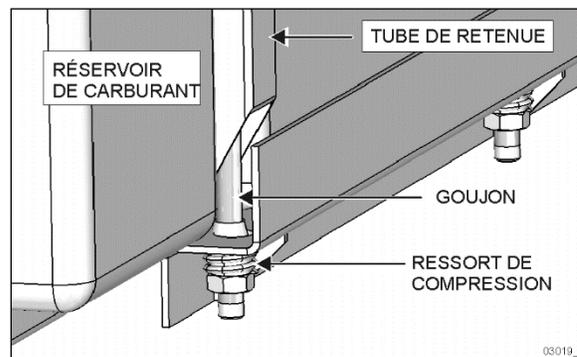

FIGURE 29 : SYSTÈME DE RETENUE DU RÉSERVOIR À CARBURANT
6. Aux emplacements de boulons transversaux (Figure 29), tout jeu visible entre le tube du support du réservoir et les pattes de montage du véhicule n'est pas acceptable.